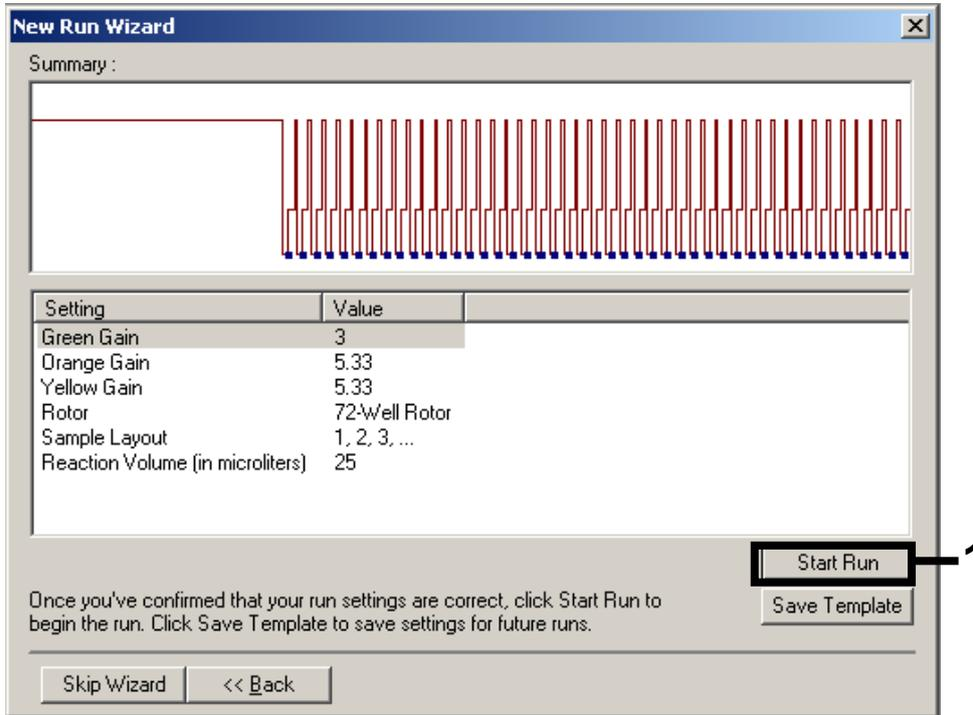

Figure 9. Démarrage du cycle.
11. Les valeurs de gain déterminées par la calibration de canal sont automatiquement enregistrées et répertoriées dans la dernière fenêtre de menu de la procédure de programmation (Figure 9). Cliquer sur « Start Run » (Démarrer le cycle).